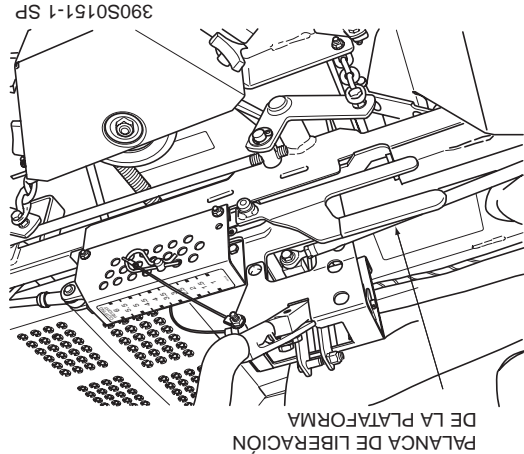
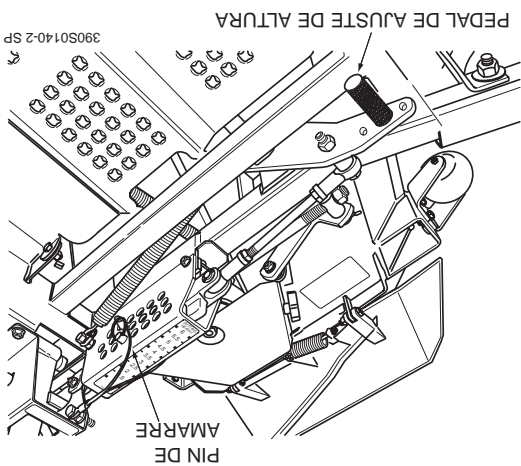

Figura 4-7 Palanca de liberación de la plataforma
Figura 4-6 Ajuste de altura de corte
2. Empuje el pedal de pie de ajuste de la altura de corte completamente hacia adelante con su pie derecho hasta que se asegure en su lugar. (Figura 4-6).
3. Inserte el pin de amarre en el indicador de la altura de corte en la altura de corte deseada. Empuje hacia adelante la palanca de pie de la elevación de plataforma, manténgala en posición y levante la palanca de liberación de plataforma. (Figura 4-7, página 19). Libere lentamente el pedal. Hay una calcomanía de la altura de plataforma ubicada en el indicador de altura como una ayuda para ajustar la plataforma a la altura deseada. (Figura 4-6).